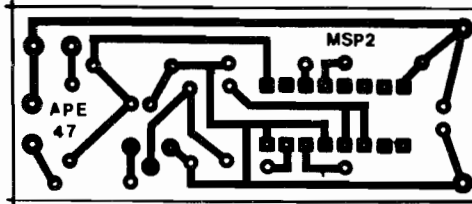

Fig.2
- FIG. 2 - LAY OUT DO CIRCUITO IMPRESSO ESPECÍFICO - A plaquinha é pequena e com desenho "descomplicado" (das suas partes cobreadas...). A figura mostra o lay out, em tamanho natural, facilitando a "carbonagem" direta... Como sempre, é recomendável maior dose de atenção no desenho e finalização das ilhas correspondentes às "perninhas" do Integrado, que ficam muito juntinhas umas das outras, ensejando erros, curtos, essas coisas... Entretanto, valendo-se das técnicas detalhadas nas INSTRUÇÕES GERAIS PARA AS MONTAGENS, mesmo o Hobbyista iniciante deverá realizar a confecção sem problemas... O único "segredo" para o sucesso em toda e qualquer montagem com Circuito Impresso é... CONFERIR SEMPRE, a cada etapa da realização (perdem-se alguns minutinhos "agora", para não se perder horas, "depois", na busca de defeitos "pós-montagem"...)...